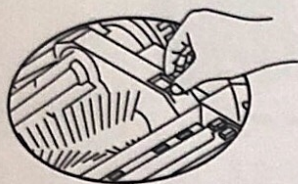
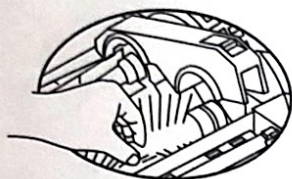

图1
图2
1. 用右手大拇指用力向前推动锁杆，然后提起压板盖，左手捏住中扫毛刷杆向上提。(见图1、图2)